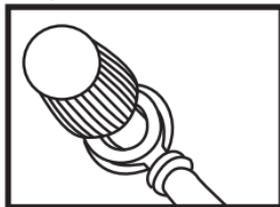

Fig. 1
- Svitare il dado rosso [16] sul convertitore di tensione [1]. Far passare l'occhiello della forcilla rosso del cavo con lo spinotto accendisigari da 12 V per autovetture [12] con l'apertura attraverso il collegamento a vite [7] (vedere Fig. 1). Accertarsi di posizionare la rondella tra l'occhiello della forcilla e il dado [16].
- Svitare il dado nero [17] sul convertitore di tensione [1]. Far passare l'occhiello della forcilla nero del cavo con lo spinotto accendisigari da 12 V per autovetture [12] con l'apertura attraverso il collegamento a vite da 12 V [8] (vedere Fig. 1). Accertarsi di posizionare la rondella tra l'occhiello della forcilla e il dado [17].
- Svitare il dado rosso [16] sul convertitore di tensione [1]. Far passare l'occhiello della forcilla rosso del cavo con il morsetto rosso [10] attraverso il collegamento a vite da 12 V [7] (vedere Fig. 1). Accertarsi di posizionare la rondella tra l'occhiello della forcilla e il dado [16].
l'occhiello della forcella nero del cavo con il morsetto nero **11** attraverso il collegamento a vite **8** (vedere Fig. 1). Accertarsi di posizionare la rondella tra l'occhiello della forcella e il dado **17**.